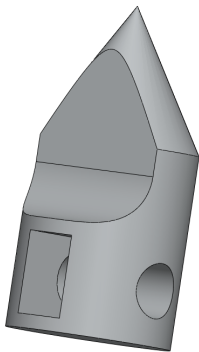

图 5-59 打开素材模型
(1) 单击常用工具栏中的【打开】按钮，打开一幅素材模型，如图 5-59 所示。